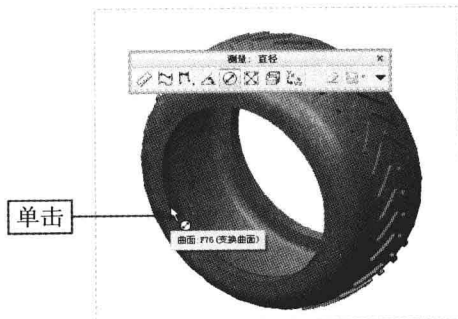

图 7-132 单击鼠标左键
Step 03 弹出“测量：直径”对话框, 在模型合适的面上单击鼠标左键, 如图 7-132 所示。